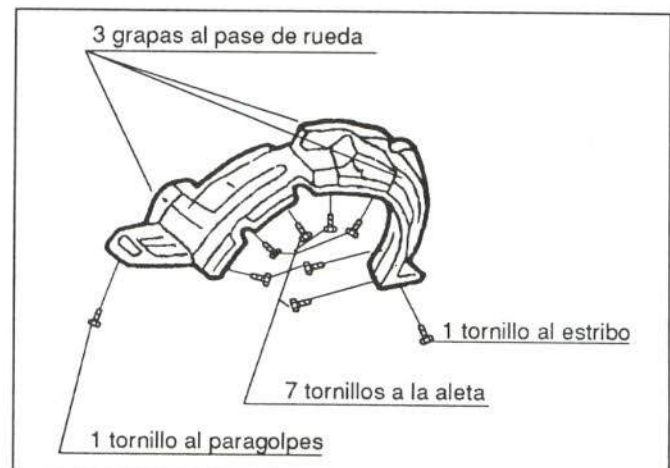

Figura 15.- Fijación del guardabarros de aleta
- Guardabarros de aleta (figura 15)